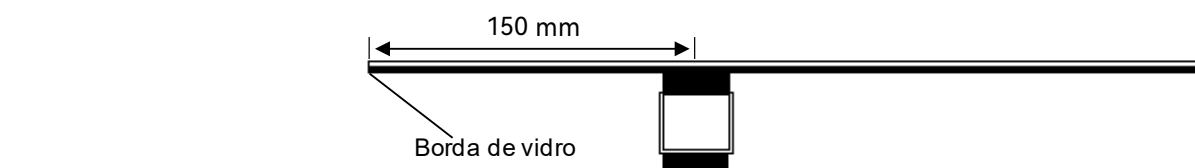

Figura 10
② A distância que o produto ultrapassa a nervura em cada extremidade não deve exceder 150 mm. (conforme mostra a Figura 10)